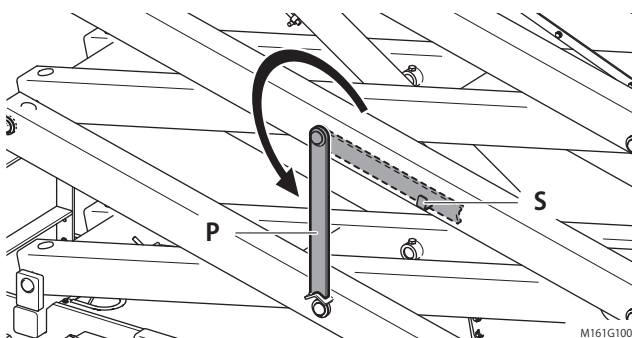

Fig. 3-3
- (1) Heben Sie die Sicherheitsstütze (Fig. 3-3, P) aus ihrer Verstauposition (Fig. 3-3, S) auf der rechten Seite der Maschine.
- (2) Drehen Sie die Sicherheitsstütze auf eine senkrechte Position herunter.
Verstauen Sie die Sicherheitsstütze auf ihrer Verstauposition (Fig. 3-3, S), sobald diese nicht verwendet wird.